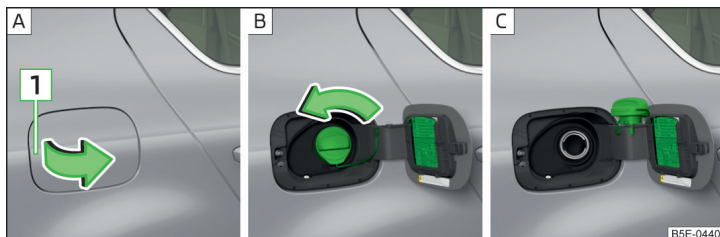

Fig. 173 Tapón de cierre del depósito
En el lado interior de la tapa del depósito de combustible se indican los tipos de combustible prescritos para su vehículo » fig. 173 de la página 195 - .
- Levantar la tapa en el sentido de la flecha » [fig. 173 - \[A\]](#).
- Gire el tapón del depósito en el sentido de la flecha » [fig. 173 - \[B\]](#).
- Quite el tapón del depósito e introdúzcalo en el orificio situado en la tapa del depósito » [fig. 173 - \[C\]](#).
- Introduzca el tapón de cierre del depósito en el tubo de alimentación de combustible y gírelo en sentido contrario al de las agujas del reloj hasta que quede encastrada con seguridad » [fig. 173 - \[B\]](#).